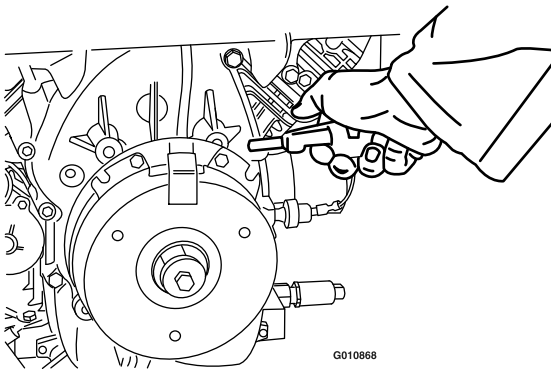

Figura 69
3. Utilizar un compresor de aire, elimine cualquier residuo de debajo del polo de freno y de alrededor de los espaciadores del freno (Figura 69).